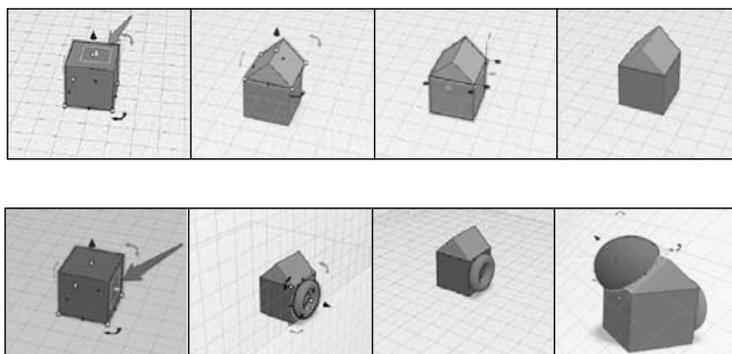

Рис. 25. Алгоритм построения дома при помощи вспомогательной рабочей плоскости
9. Помещаем указатель на наклонную часть призмы и устанавливаем туда полусферу (рис. 25).